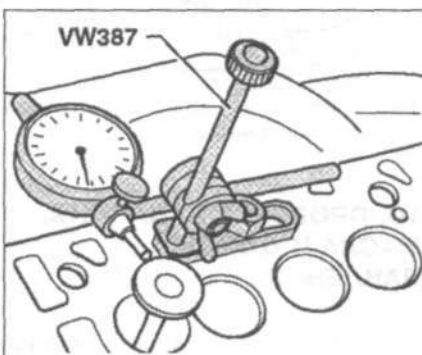

Рис. 6.33. Проверка направляющей втулки клапана.
2. Определите зазор между втулкой и клапаном (рис. 6.33).